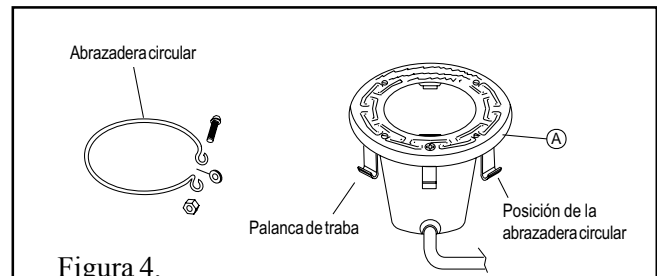

Figura 4.
- Con los extremos curvos de la abrazadera circular unitensión apuntando hacia abajo, abra la abrazadera y colóquela en los huecos "U" de las palancas de traba. Asegúrese de que los extremos curvos de la abrazadera se encuentren entre el par de palancas de traba como se ilustra en la Figura 4, ubicación A. Verifique que la abrazadera esté correctamente enganchada con todas las palancas.